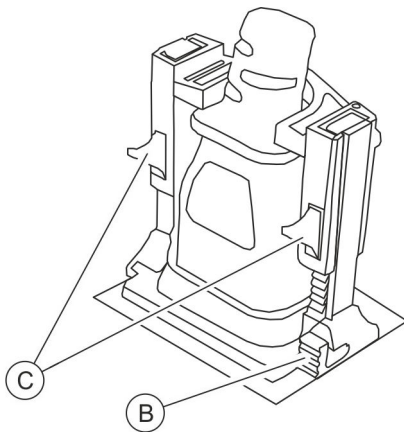

Abb. 17: Verriegelungsbügel anbringen
3. ➤ Verriegelungsbügel von oben auf die Pfosten schieben, um den Stecker zu fixieren (Abb. 17).
Zum Lösen der Fixierung muss der Verriegelungsbügel bzw. müssen die Pfosten über die Entriegelungshebel (Abb. 17/ⓐ und ⓒ) gelöst werden.